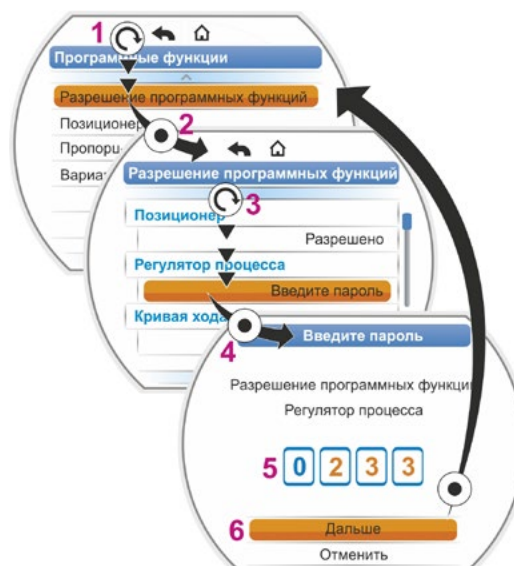

Рис. 2: Активирование программной функции
2. Выберите ‚Разрешение программных функций‘ (рис. 2, поз. 1) и подтвердите выбор (рис. 2, поз. 2).